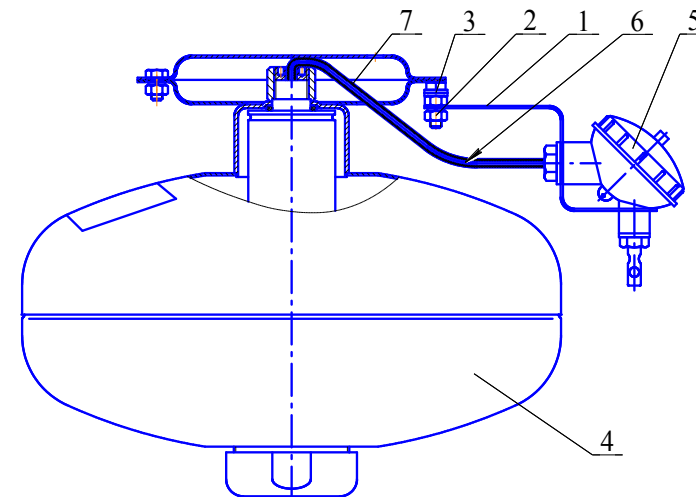
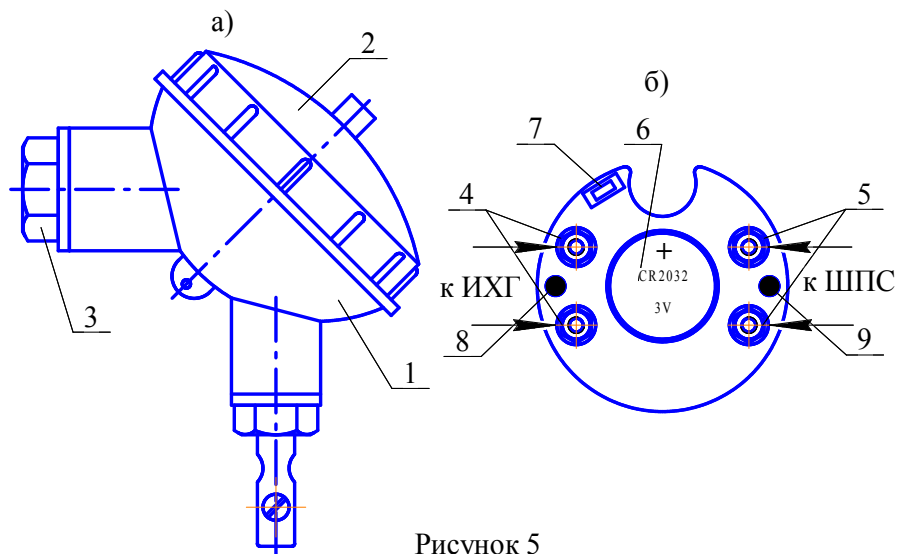

Рисунок 3
Рисунок 5
4.3.1.1 На кронштейне 1, закрепленном гайкой 2 на заземляющем зажиме 3 МПП 4 (см. рисунок 3), установлен электронный узел запуска (устройство пусковое температурное) 5. Вывода 6 элемента электропускового ИХГ, вставленные в трубку ПВХ 7, через гермоввод соединены с
6.4.2 Гайкой 2 (см. рисунок 3) закрепить на корпусе МПП кронштейн 1.
6.4.3 С корпуса 1 электронного узла запуска (см. рисунок 5) открыть крышку 2 и винт 3. Через отверстия винта 3, кронштейна 1 (см. рисунок 3) в гермоввод электронного узла запуска ввести провода элемента электропускового ИХГ и при необходимости ШПС. Винтом 3 согласно рисунку 3 закрепить на кронштейне электронный узел запуска.